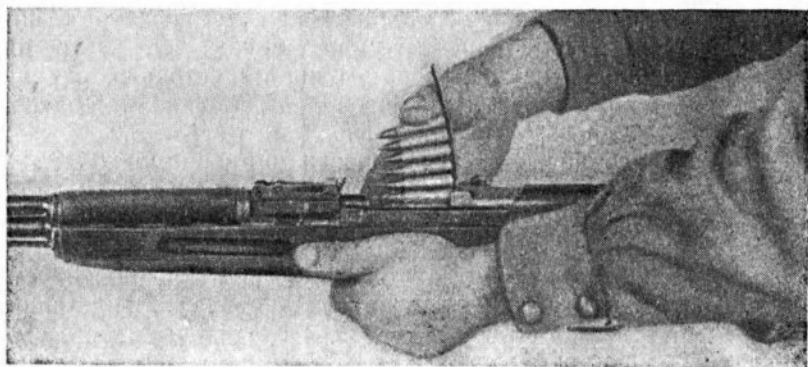

Рис. 82. Снаряжение магазина патронами из обоймы
- переместить патроны из обоймы в магазин, нажав большим пальцем правой руки на верхний патрон (рис. 82);